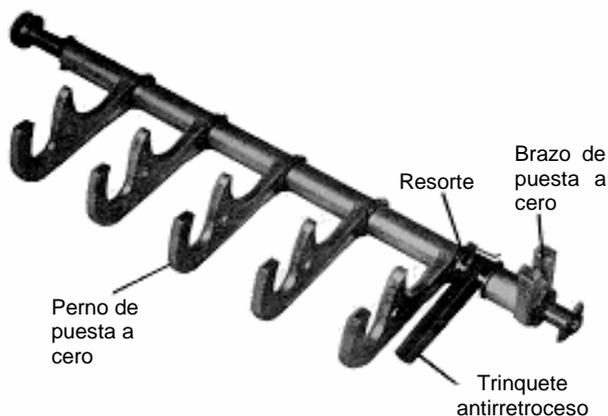

Figura 18. Preparación para montaje del eje del perno de puesta a cero
- Girar el trinquete antirretroceso con el fin de que el muelle ponga el trinquete en tensión. Colocar una cinta elástica en los pernos de puesta a cero y el trinquete para mantener en posición el trinquete. Ver Figura 18.